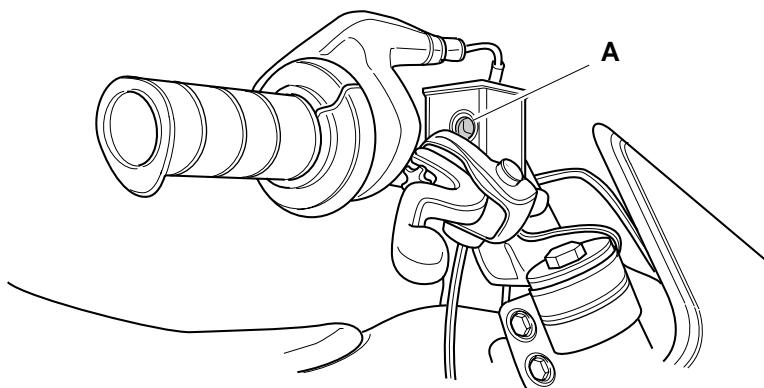

Fig. 31
1. Controllare attraverso la spia d'ispezione "A" (Fig.31) che ci sia olio sufficiente nel serbatoio sulla leva del freno anteriore. Raboccare in caso necessario (olio per freni DOT. 4 o 5 di marca conosciuta).
1. Alwais check through the window "A" (Fig. 31) that there is sufficient fluid in the reservoir at the brake lever for the front brake. Top up as necessary (brake fluid: Dot 4 or 5 of a known mark).
1. Den Bremsflüssigkeitsvorrat am Schauglas "A" (Abb.31) am Bremshebel kontrollieren und ggf. Bremsflüssigkeit gem. DOT 4 oder 5 nachfüllen der Erprobtfirma verwenden.
1. Vérifiez à l'indicateur "A" (Fig. 31) du réservoir qui se trouve à côté du levier du frein avant qu'il y a suffisamment de fluide. Rétablissez le niveau si besoin (fluide de frein: Dot 4 ou 5 produit d'une marque connue).